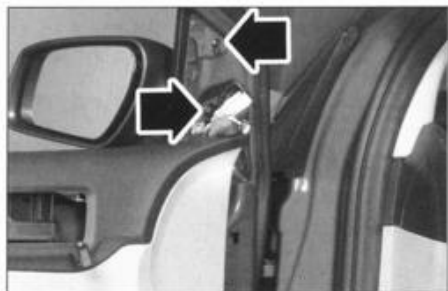

FIG. 68
- los dos tornillos (fig. 68) de fijación del retrovisor.